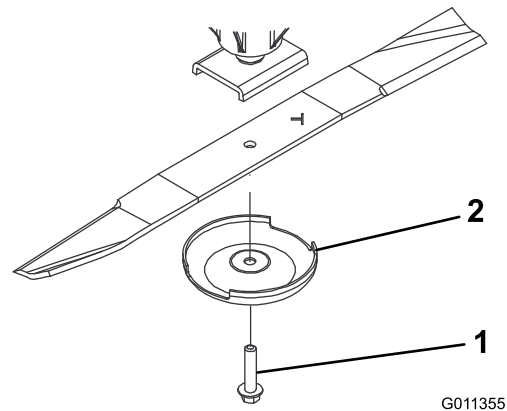

Bild 74
3. Entfernen Sie die Messerschraube, die Antiskalpierkuppe und das Messer von der Spindelwelle (Bild 74).